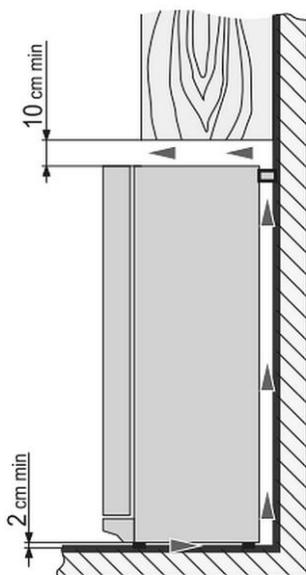

Fig. 6
- Mantenere una distanza di almeno 10 cm tra la parte superiore del frigorifero e gli oggetti sovrastanti (ad esempio uno scaffale) (fig. 6).